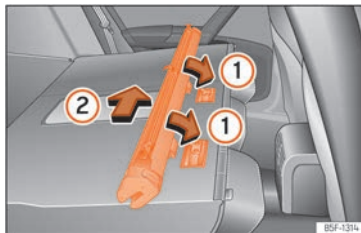

Abb. 140 Einbau der Netztrennwand an den Rücksitzlehnen
- Ordnen Sie die Schale des Netzes in der Unterseite der Stützschiene in Pfeilrichtung an »» **Abb. 140** ①.
- Drücken Sie die Schale nach links vom Fahrzeug in Pfeilrichtung »» **Abb. 140** ② und bis zum Anschlag.
- Ziehen Sie am Gehäuse des Netzes ca. 5 cm gegen die Pfeilrichtung »» **Abb. 140** ②.
- Nehmen Sie den Einsatz der Netztrennwand aus den Halteschienen, indem Sie entgegen der Pfeilrichtung »» **Abb. 140** ① ziehen.